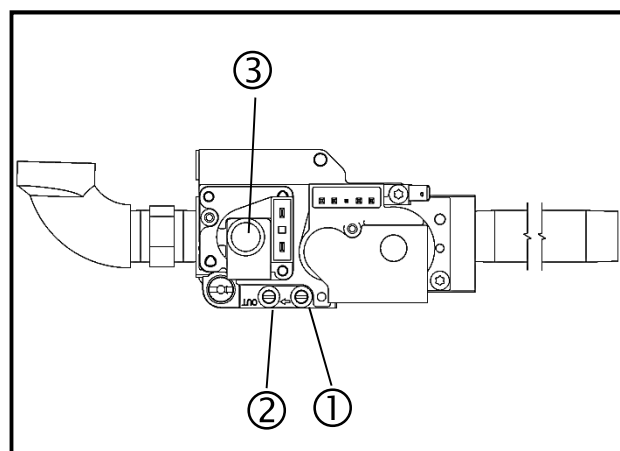

Fig. 22: Unidad de ignición y control (modulación)
- ⇒ Abra la boquilla de prueba (1). (**Fig. 22**)